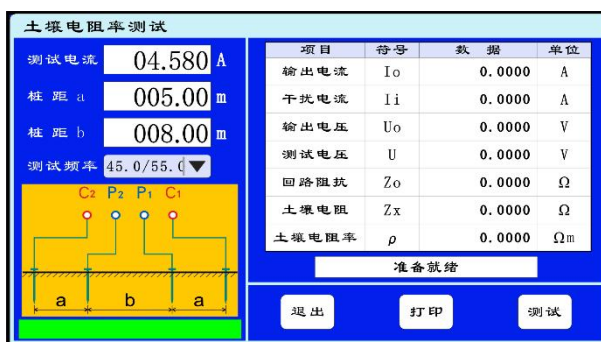

图 4-8
点击主菜单上的“土电阻率”按钮进入土壤电阻率的测试界面（如图 4-8）；屏幕左边显示仪器外部接线示意图，左上方显示要设置的测试电流、桩距 a、桩距 b 和测试频率。土壤电阻率的测量方法有很多，本仪器所采用的是四极非等距法。如图 4-8 所示，进行土壤电阻率测量之前，应先对地桩间距 a 和地桩间距 b 两项参数进行设置。测量注意事项：①C1、C2、P1、P2 连接的地桩尽可能和土壤接触好；②四根极棒布设在一条直线上，极棒的间距两侧相等为 a，中间
距离为 b ；③极棒与仪器上接线端子的连接顺序不能颠倒；④各极棒的打入地下深度不应超过极棒间距的 $1/20$ ；⑤为避免地下埋设的金属物对测量造成的干扰，在了解地下金属物位置的情况下，可将接地棒排列方向与地下金属物（管道等）走向呈垂直状态。确认接线无误后开始测试，测试完成后，在右侧显示全部测试结果（如图 4-8）。测试结果仪器会自动保存，用户无需手动保存。如需打印数据，点击“打印”按钮即可打印输出当前显示的数据。